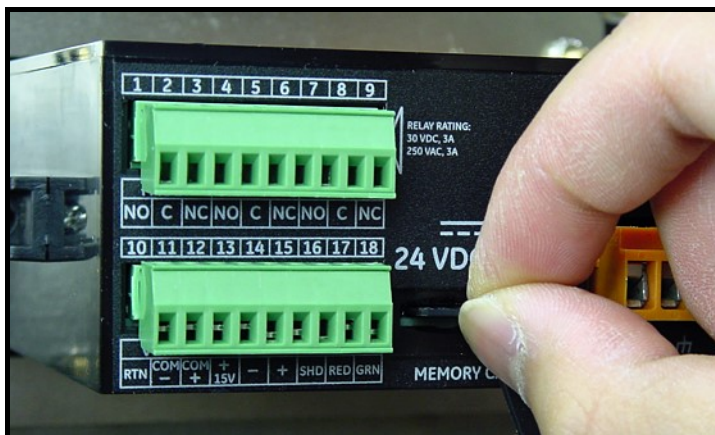

Figura 51: Extracción de la tarjeta MicroSD
3. Después de que la tarjeta MicroSD se haya expulsado parcialmente, extráigala del chasis de **dew.IQ** (vea la *Figura 51* a continuación).